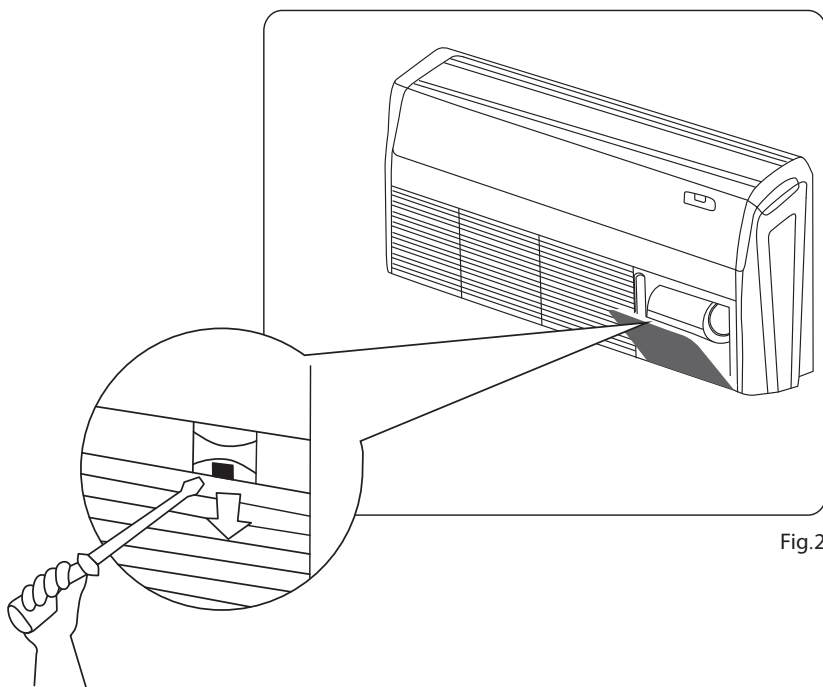

Fig.2
- Libere o painel lateral ao parafusá-lo conforme mostra a figura e empurre o painel conforme mostram as setas (Fig. 2)